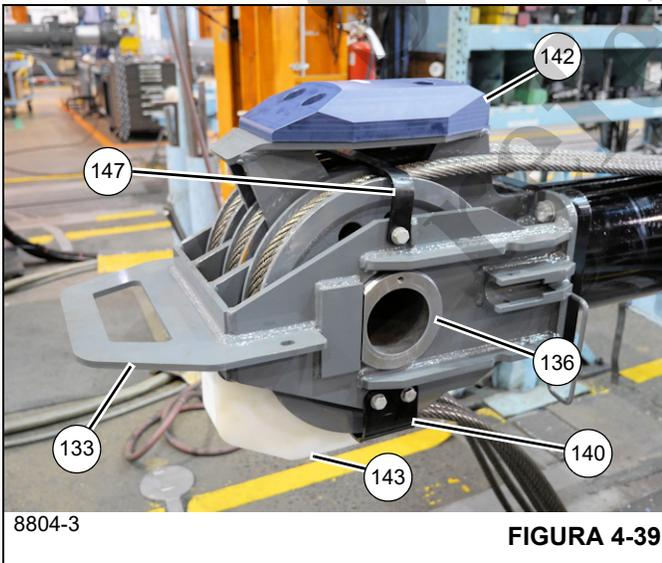

FIGURA 4-39
96. Retire los dos pernos (144), las cuatro arandelas planas (10), las dos arandelas de seguridad (11) y las dos tuercas (12) que fijan la almohadilla de desgaste (143) al miembro soldado del montaje de p Polea del cilindro telescópico (133) (vea la Figura 4-39).
97. Retire los cuatro pernos (141) y las arandelas planas (10) que fijan el retenedor de cable superior (140) al miembro soldado del montaje de la p Polea del cilindro telescópico (133) (vea la Figura 4-39).
98. Retire los cuatro pernos (13) y las arandelas planas (10) que fijan la almohadilla de desgaste (142) al miembro soldado del montaje de la p Polea del cilindro telescópico (133) (vea la Figura 4-39).
99. Retire los dos pernos (141) y las arandelas planas (10) que fijan el retenedor de cable inferior (147) al miembro soldado del montaje de la p Polea del cilindro telescópico (133) (vea la Figura 4-39).